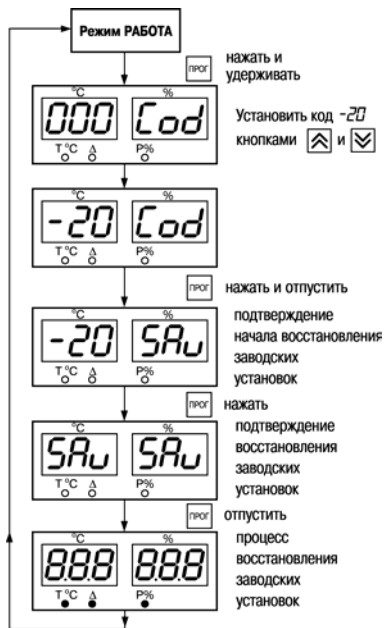

Рисунок 6.2
6.2.4.1 Находясь в режиме РАБОТА, нажать и удерживать кнопку  до появления на индикаторе "%" надписи *Load* (рисунок 6.2).